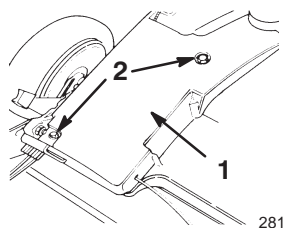

Figure 27
2. Déposez le couvercle (Fig. 27).
2. Enlevez les boulons qui fixent le couvercle de courroie à la tondeuse (Fig. 27).